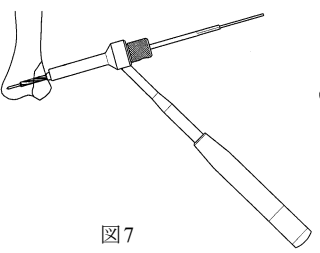
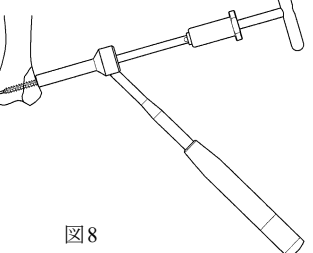

図7
図8
- 4) 4.0CCS 用ドリルによる穴あけ後 (図7), 経皮的挿入器のドリルスリーブを取り外し4.0CCS タップにてプレタップを行います (図8)。後端にはTハンドルが接続されます。3.0 ドリルガイド (S) を用いて4.0CCS 用ドリルによる穴あけも可能です (図9)。